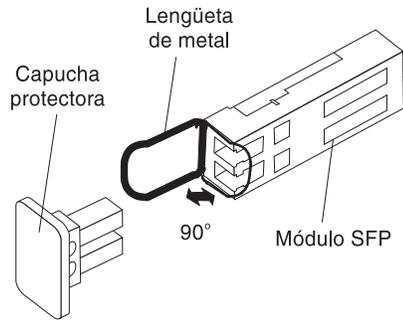

Figura 58. Desbloqueo del pestillo del módulo SFP (variedad de metal)
- Para los módulos SFP que contienen lengüetas de metal, desbloquee la lengüeta del módulo SFP tirando de la lengüeta de metal hacia el exterior, hasta formar un ángulo de 90°, tal como se muestra en la Figura 58 en la página 83.